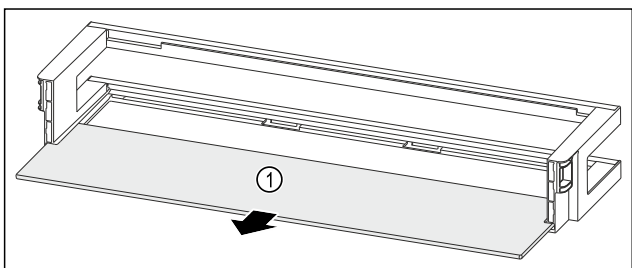

Fig. 227 Türabsteller mit Abstellfläche
- ▶ Abstellfläche Fig. 227 (1) entnehmen.